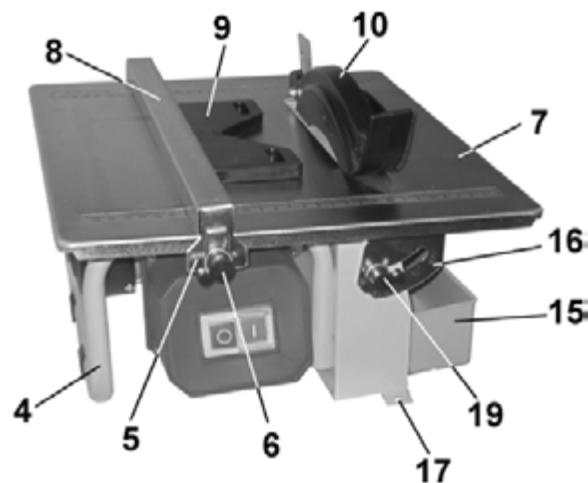
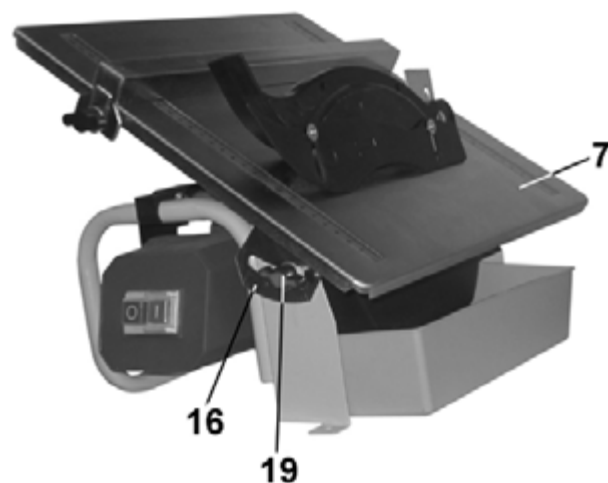

Рис. 3
Рис. 4
9.1. Как показано на Рис.3, используя два винта крепления (6) на направляющей планке (8), установите с обеих сторон прижимные планки (5). Установите направляющую планку (8) и зафиксируйте двумя винтами крепления (6) положение планки (8) за отбортовку рабочего стола (7).
### 10.1. Регулировка угла резания (Рис. 4)
10.1.2. Ослабьте крепление двух винтов фиксации (19), Рис.3, Рис.4.
10.1.3. Как показано на Рис.4, переведите рабочий стол (7) в наклонное положение, совместив показание на шкале наклона (16) и указателе на предполагаемый угол резания. Закрепите положение двумя винтами фиксации (19). Для более точной установки угла наклона рабочего стола (7) пользуйтесь угломером, шаблоном или образцом.
### 10.2. Регулировка резания в размер (Рис. 3)